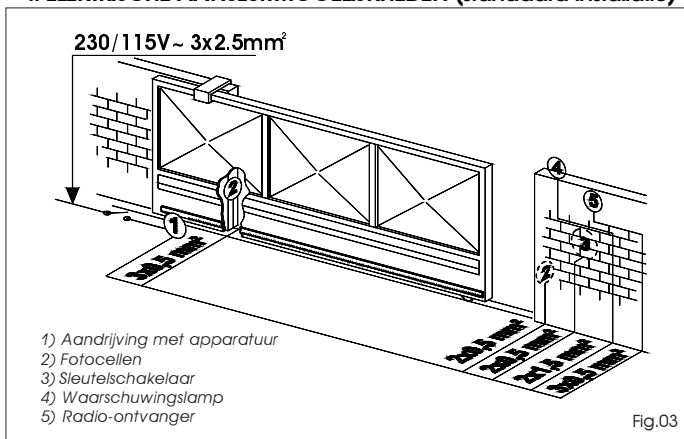

Fig.03
- 4) Bereid de elektriciteitskabels voor aansluiting van de accessoires en de elektrische voeding voor volgens het schema van Fig.03. Om gemakkelijk de aansluitingen in de centrale unit te kunnen maken, moeten de kabels minstens 50 cm uit het gat in de plaat komen.